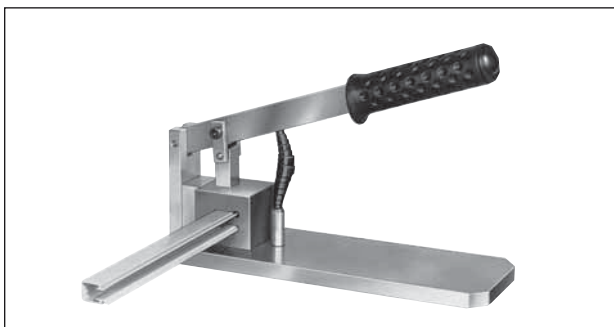
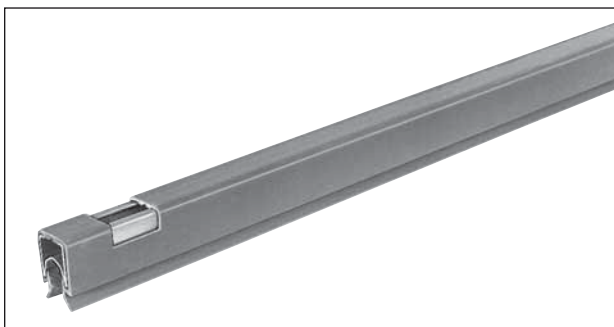

Bild 13: Handstanze
Bild 14
- 1) Isolierprofil um ca. 50 mm vom Stromschienenprofil herunterziehen und mit der Handstanze HST 15 (Bild 13) eine rechteckige Ausnehmung in das Isolierprofil stanzen (Bild 14 und Skizze 6 a).